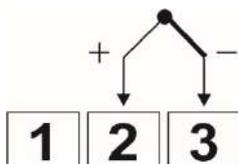

Figura 10 – Conexão para termopar
- **Termopares:** A Figura 10 indica como fazer a conexão para os sensores de termopar. Se os fios dos termopares precisarem ser estendidos, devem-se utilizar cabos de compensação apropriados.